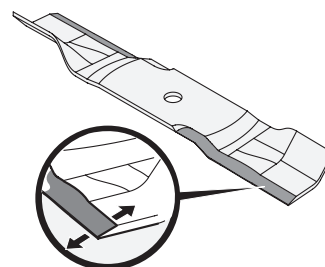

Figura 46
- Para afilar las cuchillas de corte de forma adecuada, extraiga cantidades iguales de metal de ambos extremos de las cuchillas a lo largo de los bordes cortantes, de forma paralela al borde de caída, a un ángulo de 25° a 30°. Afile siempre cada borde de las cuchillas de corte de forma pareja para mantener un centrado adecuado entre las mismas (Figura 46).